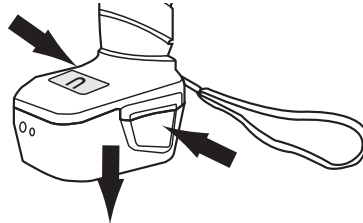

Abb. 1
1. Entnehmen Sie den Akku-Pack (10) vom Elektrowerkzeug, indem Sie die Akku-Entriegelungstasten (9) auf beiden Seiten des Elektrowerkzeugs drücken und den Akku-Pack aus dem Handgriff (7) ziehen (Abb. 1).